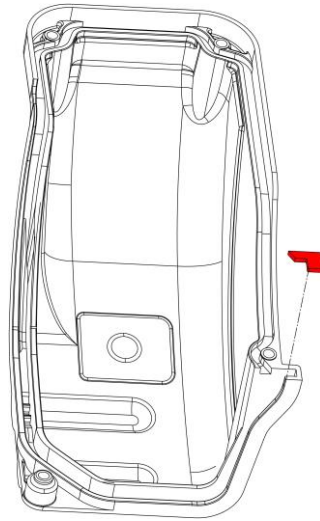
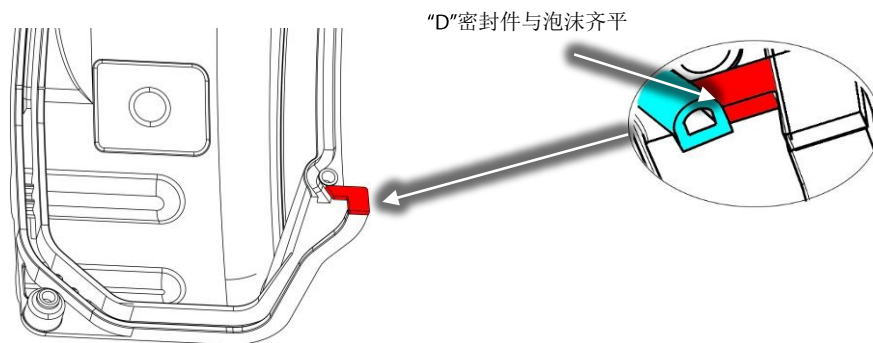

图 25 - 安装主电源盖板泡沫
图 26 - 安装后的主电源盖板泡沫
4. 去除粘接衬纸，小心安装顶盖密封泡沫。泡沫必须与盖板边缘对齐。参见图 25（安装主电源盖板泡沫）和图 26（安装后的主电源盖板泡沫）。如果切割正确，上一步中安装的密封件应抵住该泡沫。